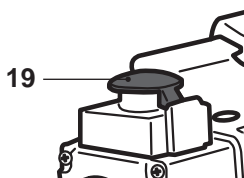

Fig. 11b
- > L'appareil est équipé d'un dispositif d'arrêt d'urgence. En cas d'urgence, appuyez sur le bouton d'arrêt d'urgence [19] situé sur le couvercle (Fig. 11b). Le produit s'arrête et s'éteint immédiatement.